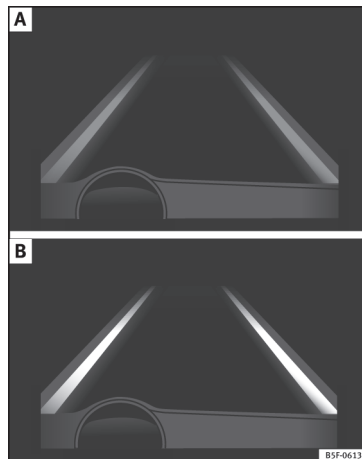

Fig. 189 Kombiinstrumentets display: vognbaneassistentens displayvisning (eksempel 1)
- System aktivt, men ikke tilgængeligt, da minimumshastigheden ikke er nået, eller systemet ikke kan genkende vognbanelinjerne » **Fig. 189 A.**
- System aktivt og tilgængeligt, begge vognbanelinjer registreret. I øjeblikket bliver kørselsretningen ikke korrigeret » **Fig. 189 B.**